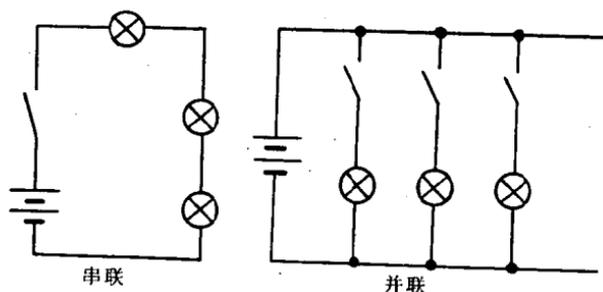

图 1-1 电路的连接
(2) 串联:把电路元件逐个按次序连接起来组成电路的连接方法叫串联。
(3) 并联:把电路元件并列连接在电路中两点间的连接方法叫并联(见图 1-1)。